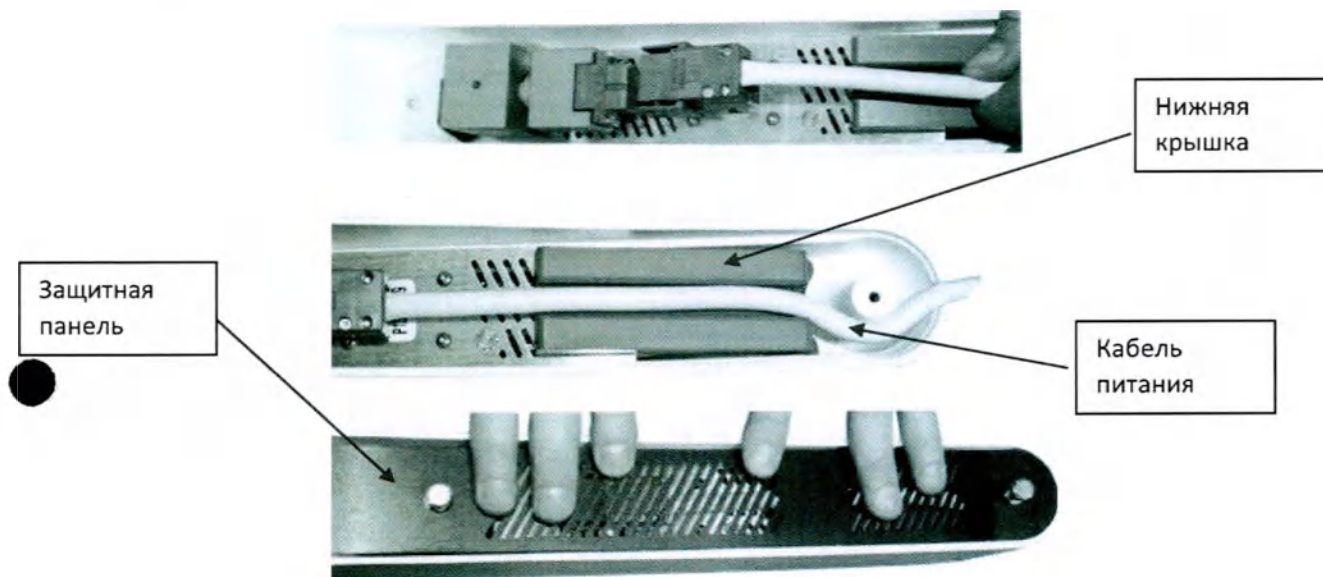

Рисунок 5 – Пантографическое плечо и нижняя крышка
- в вариантах исполнения Alpha Air 3ENT, Alpha Air 6ENT разъем питания скрыт в горизонтальном плече со встроенным источником света (см. рис.5).